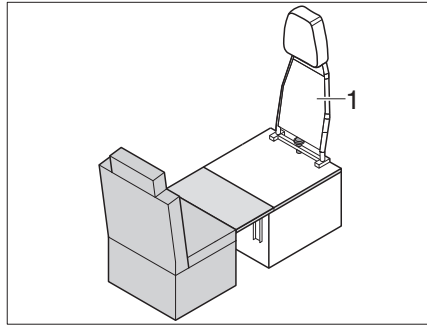

Bild 229 Umbau Fahrbetrieb - Schlafbetrieb
- Rückenlehne (Bild 229,1) von Einzelsitz abbauen (siehe Kapitel 7.17.9).